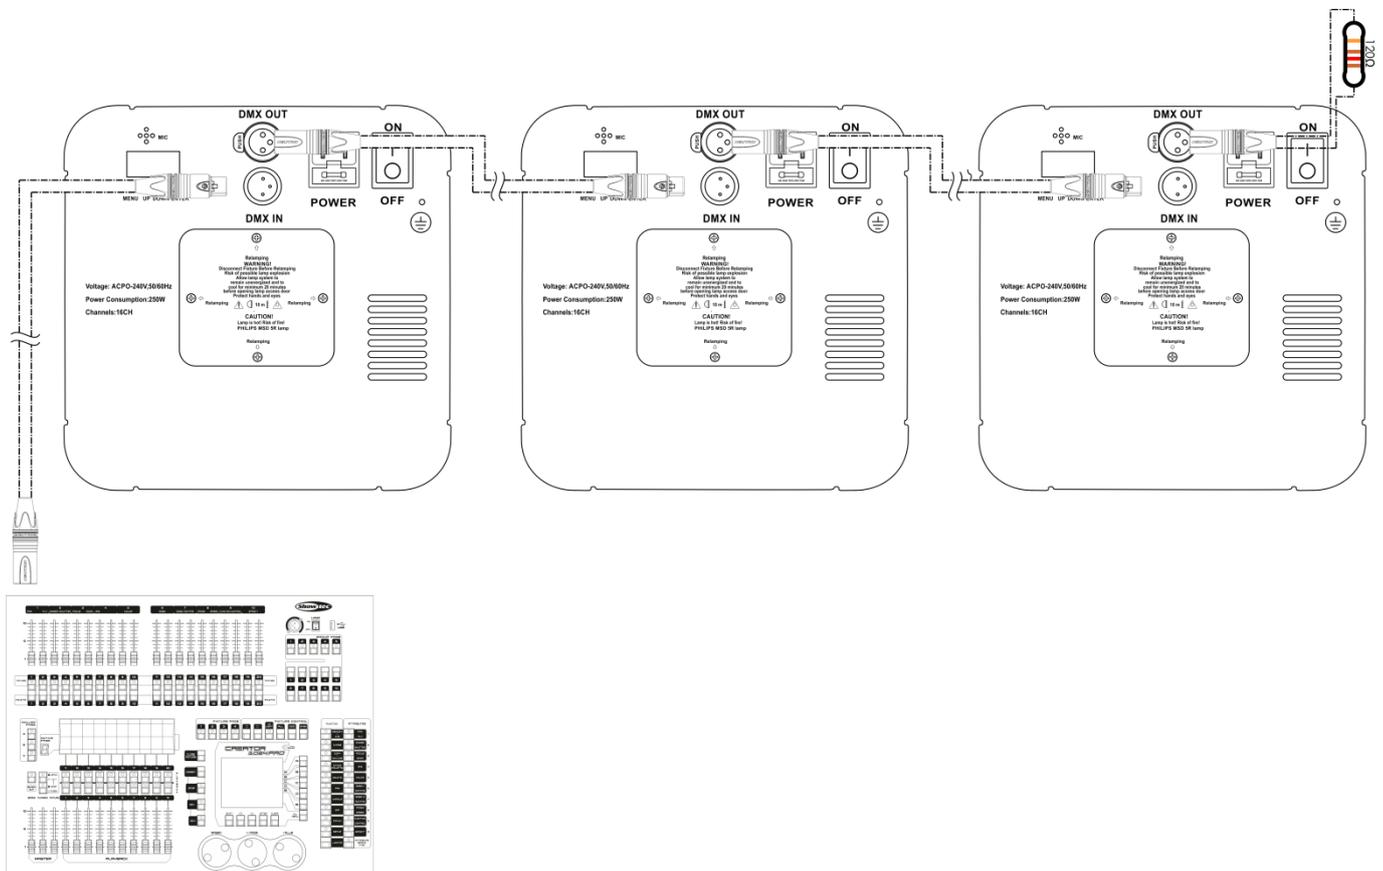

Fig. 05
- 05) Collegare le unità come indicato nella fig.05. Collegare un cavo di segnale DMX dall'uscita "out" DMX della prima unità all'ingresso "in" della seconda unità. Ripetere questo processo fino a collegare la seconda, la terza e la quarta unità.